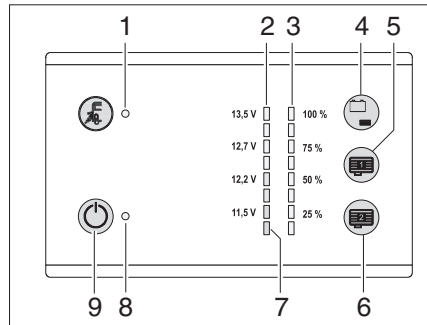

Bild 91 Panel LT 101 / LT 102
Der Tankfüllstand des Wassertanks kann mit dem Sensor-Tastfeld (Bild 91,4) abgefragt werden.
- Sensor-Tastfeld (Bild 91,4) berühren: Der Füllstand des Wassertanks wird in vier Stufen mit den LEDs (Bild 91,3) (25 % bis 100 %) angezeigt.
Die rote Warn-LED (Bild 91,7) blinkt, sobald die Spannung der Wohnraumbatterie nur noch 11 V (Messung im laufenden Betrieb) beträgt und damit Tiefentladung droht.
Mit dem Sensor-Tastfeld (Bild 91,4) kann der Ladezustand der Wohnraumbatterie abgefragt werden.
Anzeigen: ■ Sensor-Tastfeld (Bild 91,4) berühren: Ladezustand der Wohnraumbatterie wird angezeigt.
Der 12-V-Hauptschalter (Bild 91,9) schaltet das Panel und die 12-V-Versorgung des Wohnraums ein und aus.
Einschalten: ■ Sensor-Tastfeld (Bild 91,9) berühren: Die 12-V-Versorgung des Wohnraums ist eingeschaltet. Die Kontroll-Leuchte (Bild 91,8) leuchtet grün.
Ausschalten: ■ Sensor-Tastfeld (Bild 91,9) erneut berühren: Die 12-V-Versorgung des Wohnraums ist ausgeschaltet. Die 12-V-Kontroll-Leuchte (Bild 91,8) erlischt.
- ▷ Blinkt die Warn-LED Tiefentladung (Bild 91,9), kann die Versorgung nicht eingeschaltet werden, da die Batteriespannung zu niedrig ist.